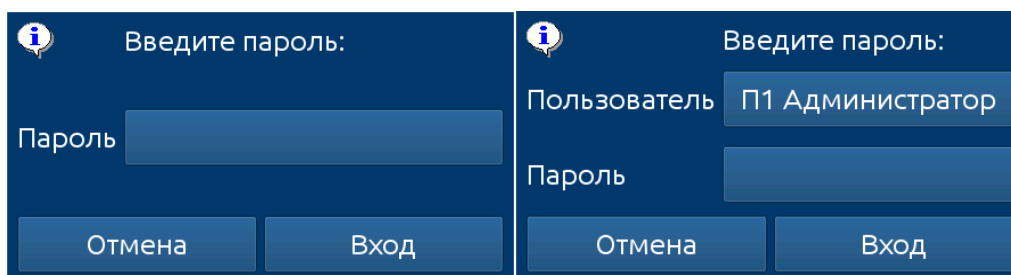

Рисунок 2.39 – Диалог ввода пароля доступа
2.12.2 Для предотвращения случайного или несанкционированного изменения настроек прибора пользователь может установить пароль доступа. Если пользователь активировал такой пароль (см. п. 2.25 «Настройки доступа»), то прежде, чем перейти к следующему уровню меню, ему будет предложено ввести пароль в соответствующее поле (см. рисунок 2.39).